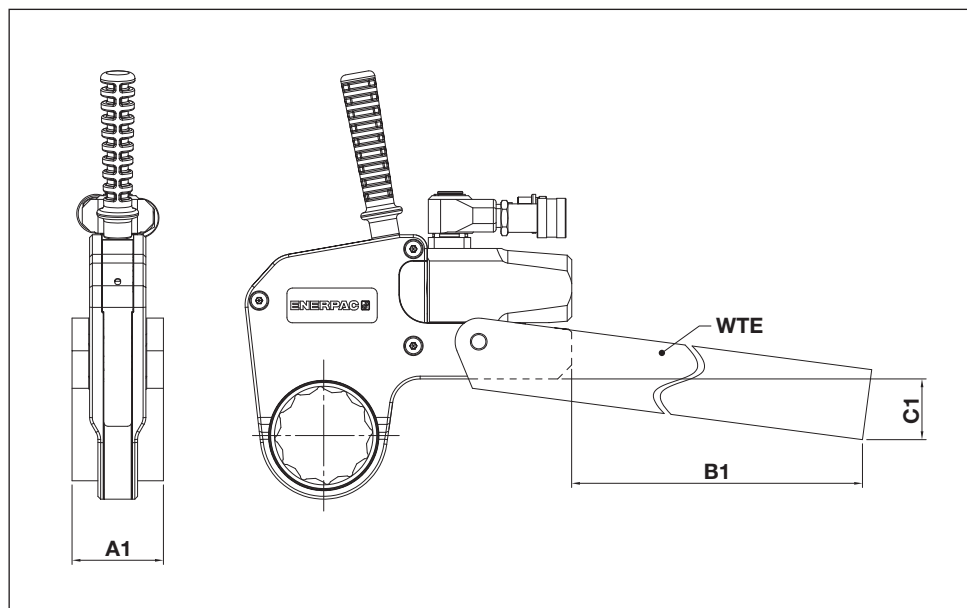

Fig. 23
6.1.1 Dimensões, Braço de Reação Longo, série WTE (fig. 23)